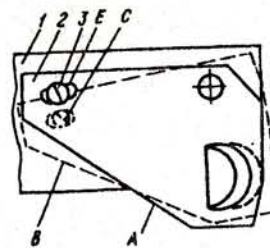

Рис.5. Схема расположения ограничителя двери (вид снизу):
5.9. Дверь морозильника открывается на 90° . При желании можно увеличить угол открывания двери до 120° . Для этого выверните винт 3 (рис.5), переведите ограничитель 2 в положение В, совместив отверстие В с отверстием С в двери морозильника, и закрепите это положение ограничителя винтом. Одновременно с винтом переносится и имеющаяся под головкой винта шайба.